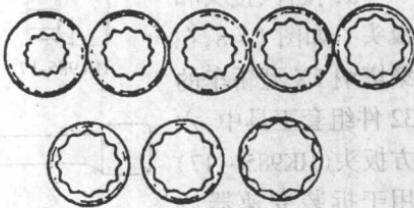

图 1-6 桑塔纳 LX 型轿车组套工具之一
1. 梅花套筒 如图 1-6，在该组套工具中有 8 个梅花筒 (11~18 mm) 属于常用工具。